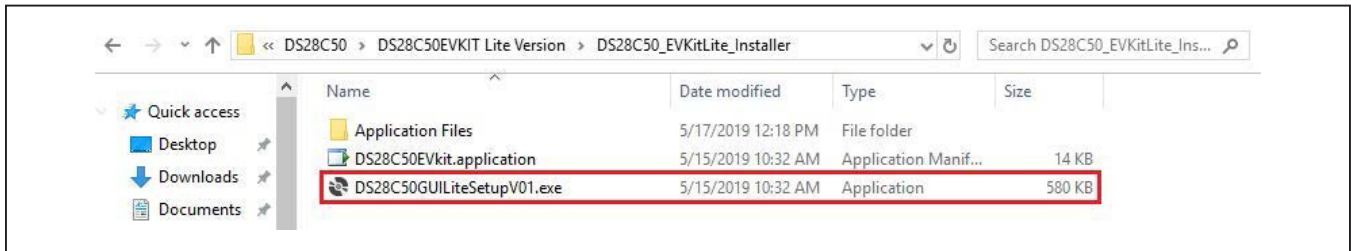

Figure 5. DS28C50/DS2477 EV Kit Installer File
- 5) Go back to the **DS28C50EVkit Lite** folder and open the **DS28C50_EVKitLite_Installer** folder and run **DS28C50GUI LiteSetupV01.exe** (Figure 5).